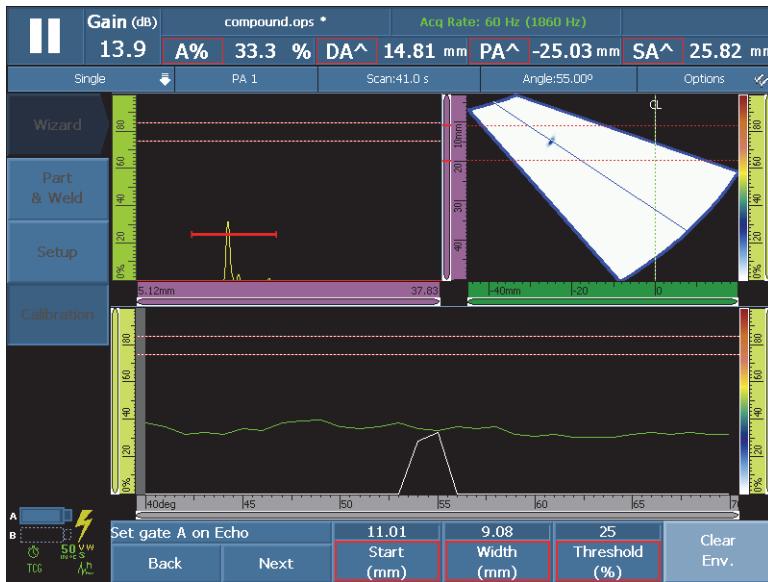

Рис. 5-21 Установите Строб А на эхо-сигнал для группы ФР
- Задайте значения **Начало** и **Ширина** для строба А. Сигнал от первого отражателя должен пересекать строб в середине, а строб должен быть достаточно широким для охвата всего сигнала (см. **А-скан** на Рис. 5-21 на стр. 160).
- Настройте значение **Порог** таким образом, чтобы сигнал пересекал строб на каждой апертуре, как в зоне Калибровка: ВРЧ на Рис. 5-21 на стр. 160.